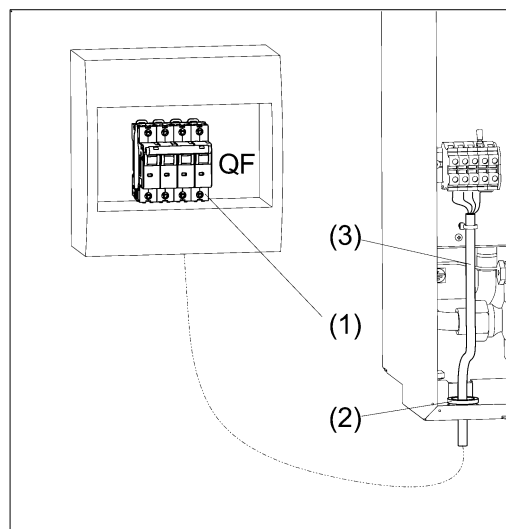

Рисунок 7. Подключение прибора к электросети
(1) Выполните монтаж автоматического выключателя **QF** в непосредственной близости от прибора и доступным для визуального обзора месте (см. рис. 7);